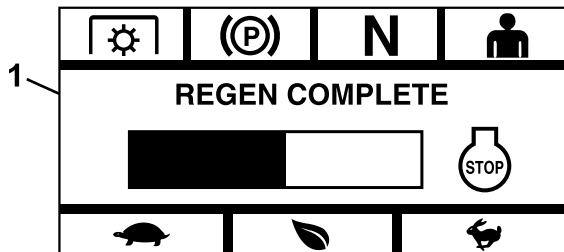

Figura 17
- **Finalizada** — si el proceso finaliza con éxito, el módulo muestra la pantalla Regeneración finalizada (Figura 17). Incluye un gráfico de barras con cuenta atrás de 5 minutos.